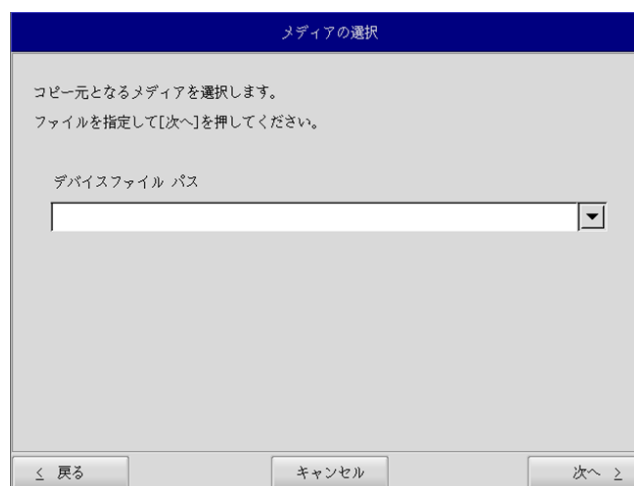

図 5-3-1. メディア選択画面
- ③ メディアの選択画面（図 5-3-1）が表示されます。コピー元となるメディアを選択し、[次へ]ボタンを押します。